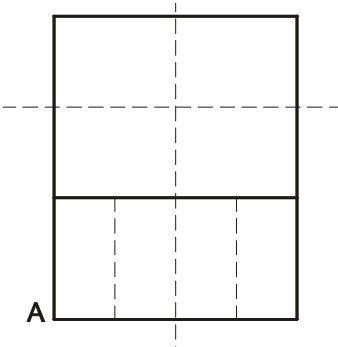

图 2-5-9
STEP 03 把图层转换到虚线图层。使用 LINE 命令在虚线层绘制左视图剖面线，如图 2-5-9 所示。其具体操作如下：